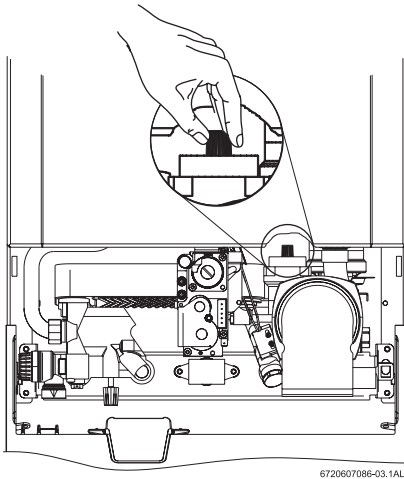

Fig. 17 Purgador automático
- ▶ Para evacuar o ar do aparelho utilizando o purgador automático que incorpora, abrir a tampa do purgador automático (ver Fig. 17).